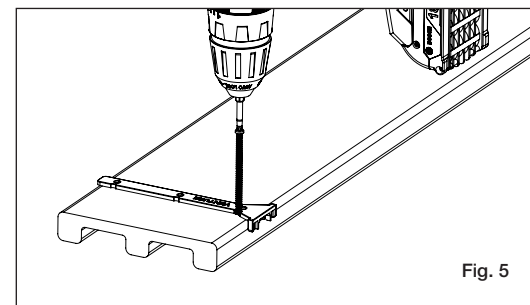

Fig. 5
A) Para todos los sujetadores de pisos para terrazas, se recomienda que use la herramienta de localización para garantizar la colocación precisa de los tornillos en las zonas más gruesas del perfil (fig. 5). Puede marcar el sitio usando la herramienta de localización para hacer agujeros guía o usar las muescas en el lado de la herramienta para hacer agujeros guía para los tornillos. Para ver más información e instrucciones para el uso de la herramienta de localización, visite www.Deckorators/locatortool.com.